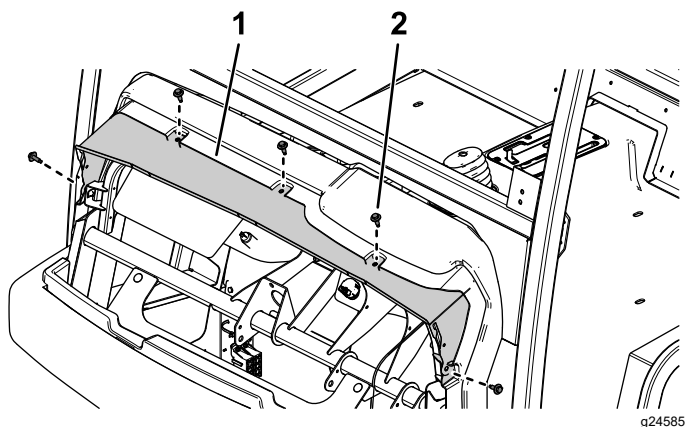

Рисунок 40
2. Вставьте водосточный желоб между приборной панелью автомобиля и вспомогательной рамой и прикрепите водосточный желоб с помощью ранее снятых 5 болтов с шестигранной головкой с буртиком (Рисунок 40).